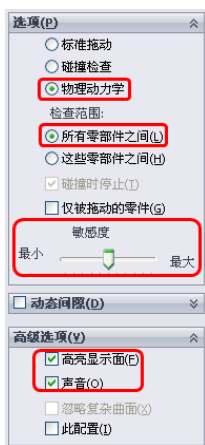

图 11-35 物理动力学设置
(5) 在“移动零部件”属性管理器或者“旋转零部件”属性管理器的“选项”选项组中点选“物理动力学”和“所有零部件之间”单选钮，用“敏感度”滑块可以调节施加的力；在“高级选项”选项组中勾选“高亮显示面”和“声音”复选框，则碰撞时零件会亮显并且计算机会发出碰撞的声音，物理动力学设置如图 11-35 所示。